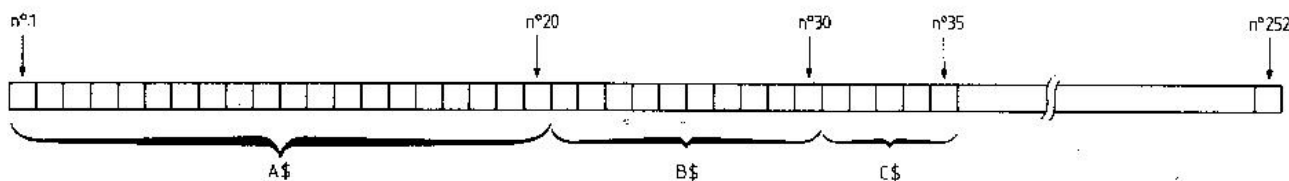

FIGURE 8. - Exemple d'affectation de chaînes de caractères au moyen de FIELD.
- FIELD # 1, 20 AS A\$, 10 AS B\$, 5 AS C\$ associera la variable A\$ aux 20 premiers caractères du buffer du canal 1, B\$ aux 10 caractères suivants, C\$ aux 5 caractères suivants comme schématisé figure 8. Les caractères restant dans le buffer ne seront pas affectés et seront, de ce fait, inaccessibles. Chaque définition de FIELD pour un buffer donné annule et remplace toute définition précédente éventuelle. De même, lorsqu'un FIELD a été défini, peu importe que le contenu du buffer change, le FIELD s'appliquera aux dernières valeurs présentes dans le buffer.